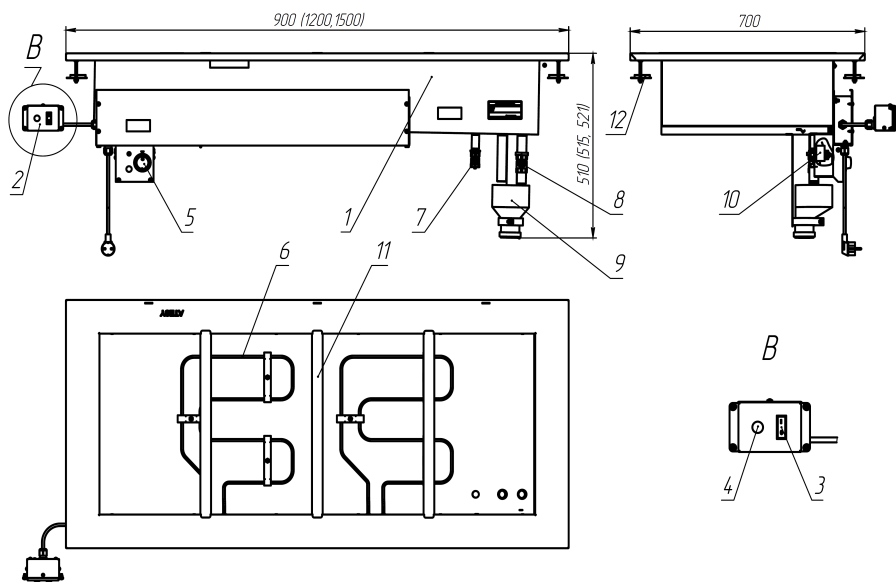

Рис.1
1.3.2.1 Изделие, см. рисунок 1, представляет собой ванну 1 со съёмными перегородками поз.11 для установки гастроёмкостей. По желанию заказчика модуль может комплектоваться стандартными гастроёмкостями GN 1/1, GN ½ глубиной до150мм. Нагрев ёмкостей в мармитах осуществляется с помощью горячего пара, температура воды внутри ванны не превышает 100°С и пригорание продуктов исключено. Нагрев воды в ванне мармита осуществляется с помощью ТЭНов поз.6. С помощью ручки терморегулятора поз.5 регулируется температура воды в ванне. Подключение к водопроводу осуществляется через кран с резьбой G1/2 поз.7. Для слив воды из ванны применяется кран G3/4 поз.8. В ванне предусмотрена трубка для предотвращения перелива воды — если воды больше максимального уровня. Слив воды из ванны происходит через канализационный переходник поз.9. Защиту от сухого хода обеспечивает термоограничитель поз.10. Включение изделия осуществляется при помощи пульта управления 2, с установленным на нем выключателем 3, лампа 4 сигнализирует о том, что изделие находится под напряжением. Планки поз.12 предназначены для фиксации изделия к столешнице.